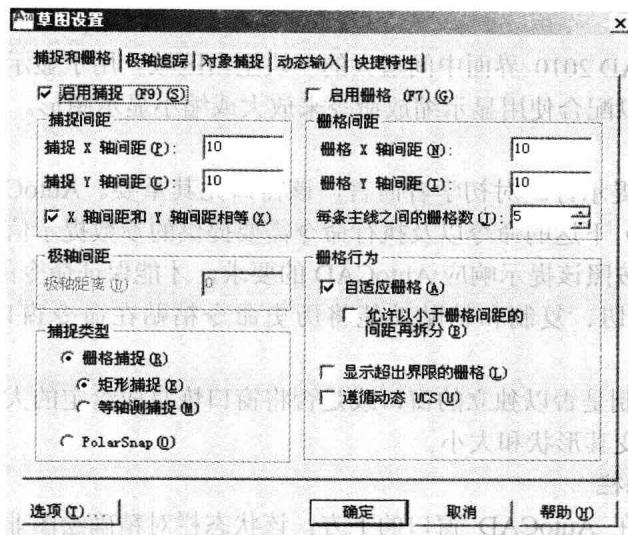

图 1-10 “草图设置”对话框
- 捕捉：控制光标移动间隔。处于打开状态时，光标只能在 X 轴、Y 轴或极轴方向移动固定距离的整数倍，该距离可以通过“草图设置”对话框进行设定（在开关上右击鼠标，选择“设置”菜单打开“草图设置”对话框），如图 1-10 所示。如果绘制图形的尺寸大部分都是设定值的整数倍，且容易分辨，可以打开该开关，保证精确绘图。触发该开关时，在命令行上会显示“<捕捉 开>”或“<捕捉 关>”的提示信息。